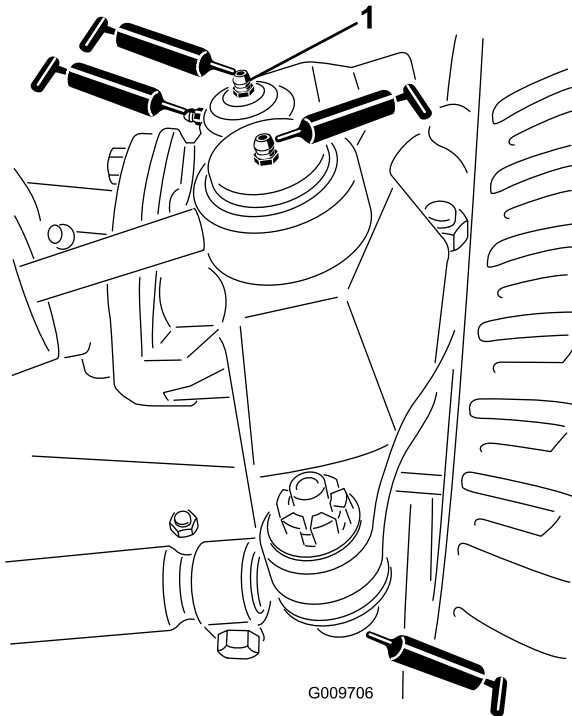

Figura 48
- Articulaciones esféricas del cilindro de dirección (2) (Figura 48)
- Articulaciones esféricas de las bielas (2) (Figura 48)
- Casquillos del pivote de dirección (2) (Figura 48). **El punto de engrase superior del pivote de dirección debe lubricarse solamente cada año (2 aplicaciones).**